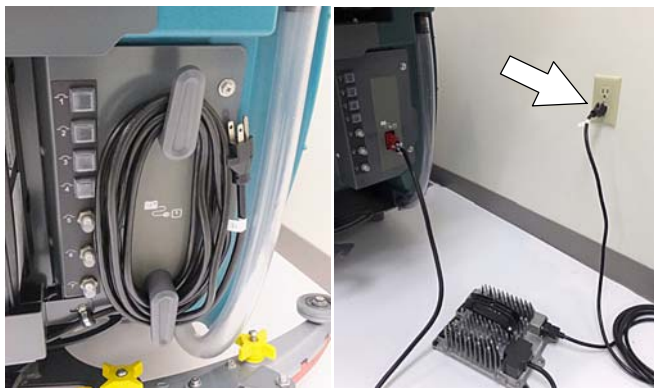

ABB. 75
6. Nach dem Aufladen der Batterien stecken Sie das Netzkabel ab und wickeln das Kabel um die Kabelaufhängung (Abbildung 75).
Für Modelle mit einem externen Ladegerät trennen Sie das Wechselstromkabel immer vor dem Abkoppeln des Ladegeräts von der Maschine (Abbildung 75).